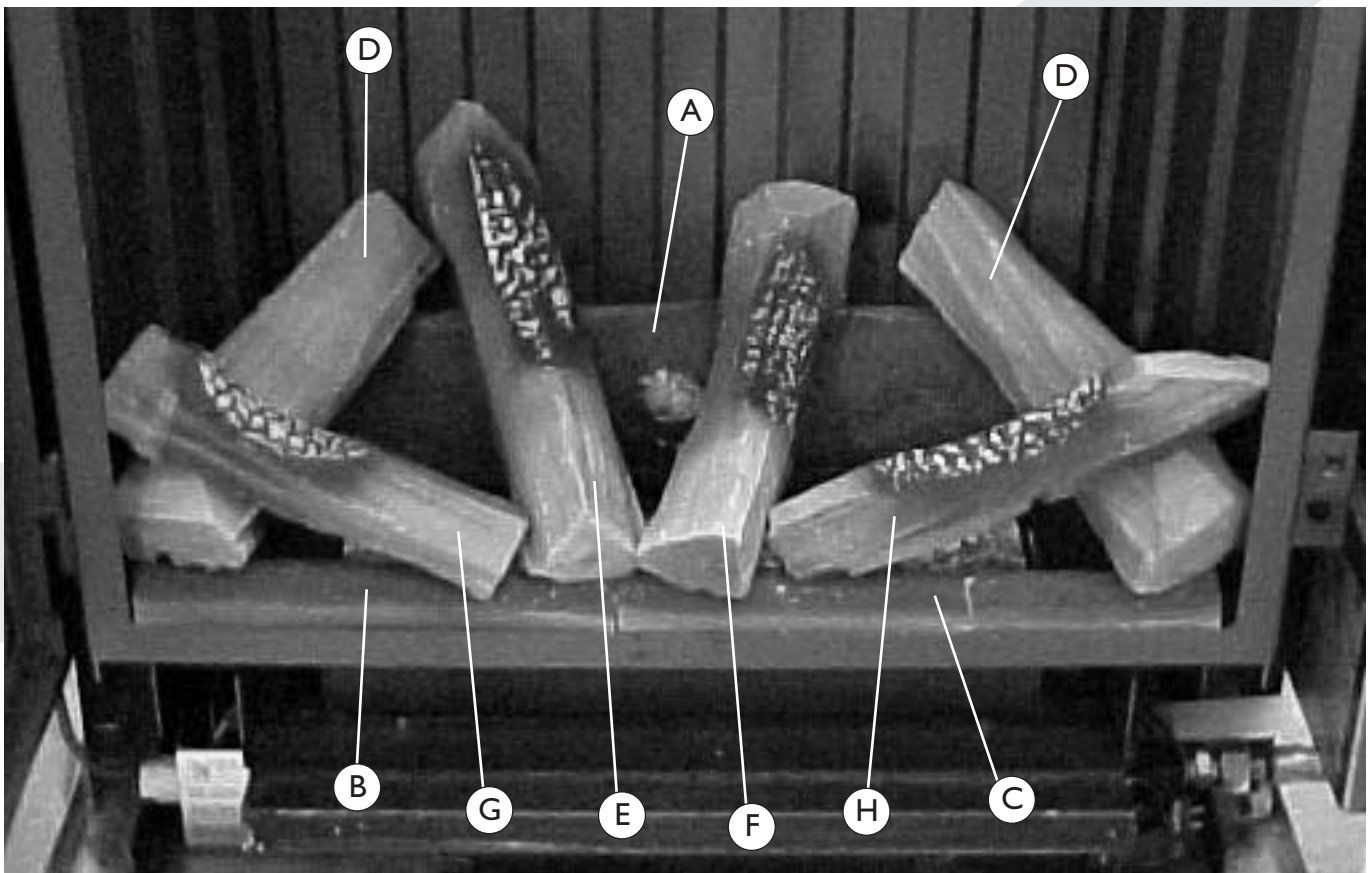

fig. 4
- Placer la grosse bûche (A) contre la paroi arrière sur le support. Le côté jaune vers le haut et le noeud dirigé vers la gauche.
- Placez les bûches de devant (B et C) avec l'écorce vers le haut, comme indiqué sur la fig. 4.
- Poser ensuite les autres bûches (D, E, F, G et H) comme indiqué ci-contre en fig. 4.